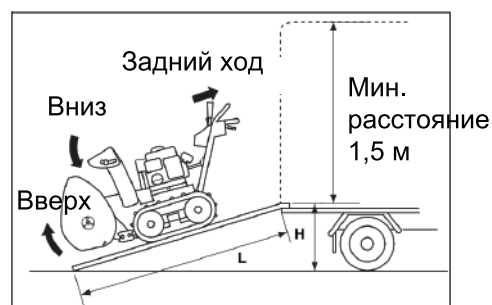

Рис. 36
2. Модели гусеничного типа: Поднимите снегоборщик на погрузочную рампу. (Рис. 36)